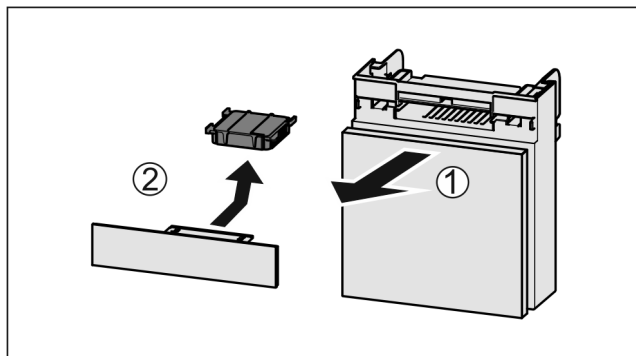

Fig. 83
- ▶ Вытянуть Fig. 83 (1) отделение движением вперед.
- ▶ Извлечение Fig. 83 (2) фильтра с активированным углем.